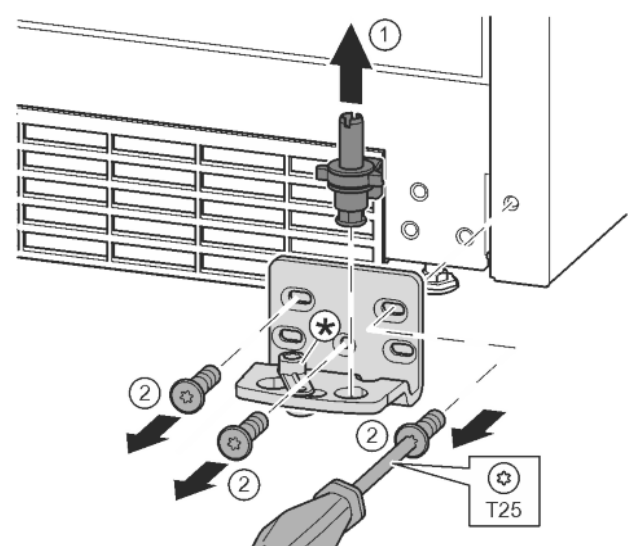

Fig. 16
- ▶ Sortir complètement l'axe de palier par le haut. Fig. 16 (1)
- ▶ Desserrer les vis avec le tournevis T25 et enlever le support de palier. Fig. 16 (2)